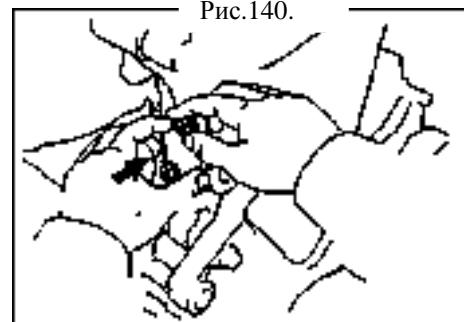

Рис.140.
(1) Проверьте чистоту кольца и зацепите крюк, как показано на рисунке 139.
(3) Нанесите машинное масло на натяжитель цепи и затем установите его (рис.140).